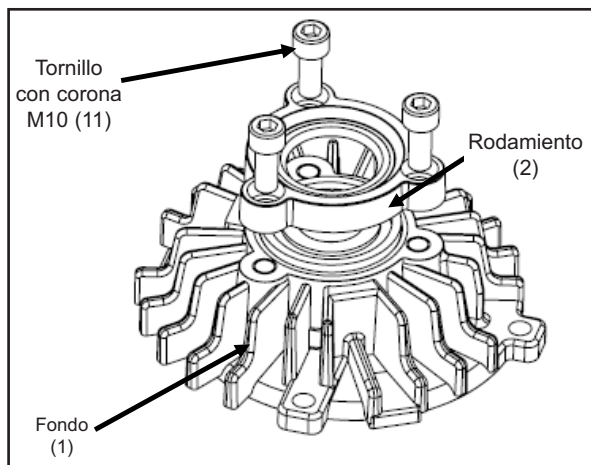

Figura 23
8. Instale una junta tórica nueva de protector de rodamiento; vuelva a colocar las cuñas que pudiera haber y fije el protector de rodamiento al fondo con tres tornillos M10 (11). Apriete los tornillos con un par de 26 lbs ft (35 N.m) ; ver la figura 23.